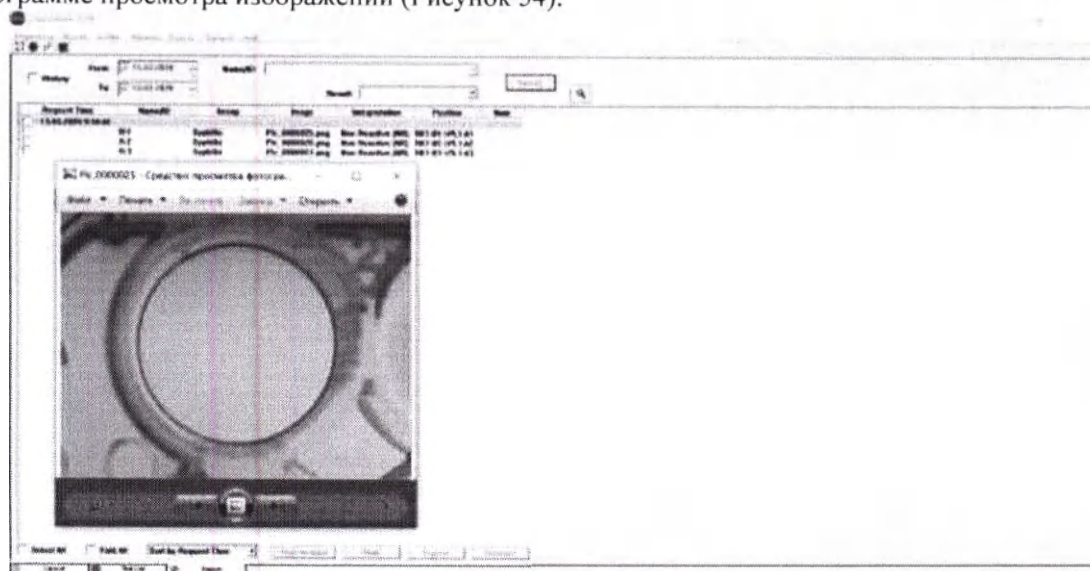

Рисунок 54. Открытие изображений.
13) На панели навигации щелкните на содержимое категории, содержащую изображения, которые необходимо просмотреть, и изображение, сделанное камерой, откроется в программе просмотра изображений (Рисунок 54).